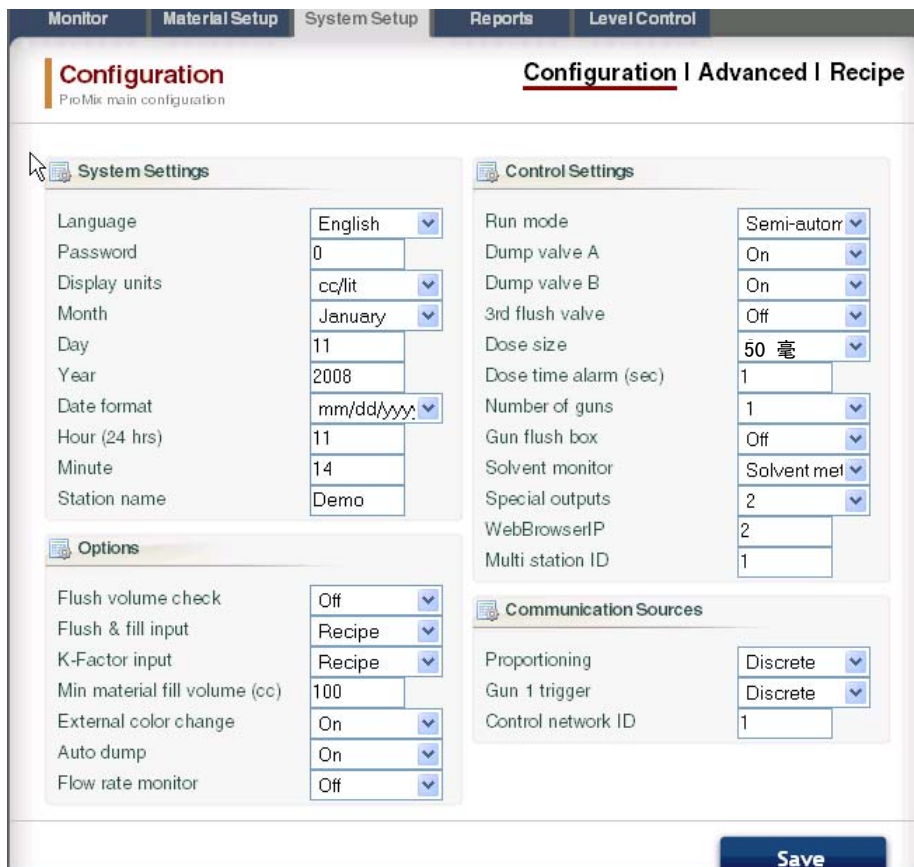

图 56：系统设置选项卡，配置屏幕
每个 EasyKey 必须有唯一的名称和 IP 地址。请参见图 56 中的配置屏幕以设置工作站名称（1-99）。
- 配置屏幕对应于 EasyKey 的系统配置屏幕。见图 56。如需了解这些设置和其效果的完整信息，请参见系统操作手册中的设置章节。